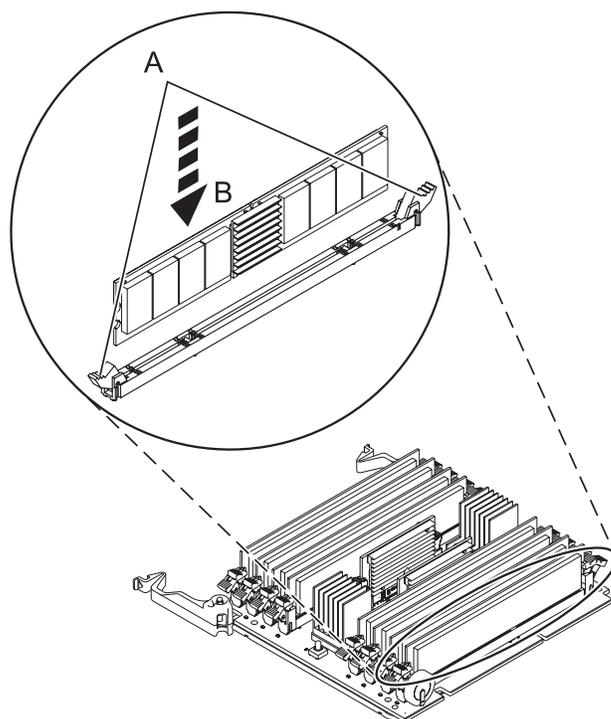

Figura 13. Substituir um módulo de memória
13. Certifique-se de que as patilhas de fecho do conector (**A**) estão premidas para fora, na posição de desbloqueio, tal como ilustrado na Figura 13, antes de instalar um módulos de memória novo.